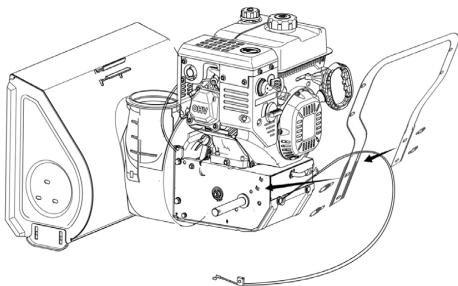

Рис. 4
Установка нижней части рукоятки и колес (нет необходимости для модели WB S-87T) (рис. 4 и 5)
- Установите нижнюю часть рукоятки с помощью болтов входящих в комплект поставки и затяните (рис. 4).